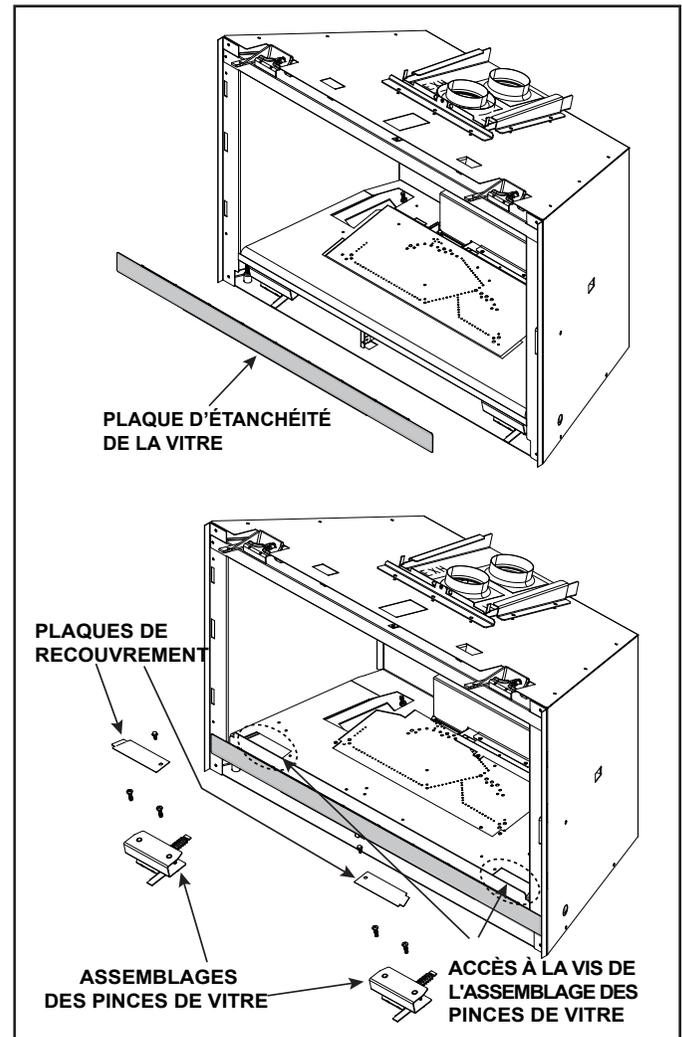

Figure 4.5 Retrait des pinces de vitre
- Les pinces de vitre peuvent être retirées pour un meilleur accès aux composants. Voir la figure 4.5.